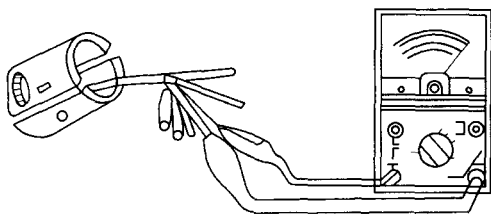

图 1-16 前照灯开关的检查
(2)检查前照灯开关是否存在故障时,可用万用表电阻档测量黄/红线和红线之间是否导通。如图 1-16 所示,接通开关时,电阻值应为 0Ω 。否则说明开关有问题,可拆下开关进行修理。